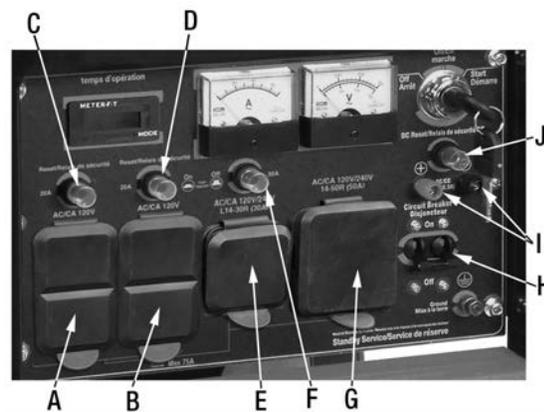

Figure 12
Pour usage normale sur 120V, branchez votre appareil dans une des sorties (A et B) Fig.12. Chaque sortie comprend un relais de sécurité (C et D), qui se trouve au-dessus de la sortie.
La sortie "Twist Lock" (E) Fig.12 est une NEMA L14-30 pour 120V/240V. Pour brancher une appareil, une prise NEMA L14-30 (non incluse) est nécessaire. Si vous n'êtes pas certain de l'opération ou le branchement à cette prise "twist lock", contactez un électricien qualifié. Cette sortie comprend un relais de sécurité (F), qui se trouve au-dessus de la sortie.
Cette sortie 120V/240V (G) Fig.12 est un réceptacle NEMA 14-50R et nécessite une prise NEMA 14-50P (50A) pour effectuer la connexion. Peut être utilisé pour fournir de l'électricité pour le fonctionnement de charges électriques monophasées de 60 Hz de 120V et/ou 240V CA, telles que les soudeuses et les sècheuses. Si vous n'êtes pas sûr de l'utilisation de cette sortie ou de ce qui peut être branché, contactez un électricien qualifié pour plus d'informations.
Ce panneau de contrôle comprend un afficheur numérique (A) Fig.12, il y a trois modes d'affichage. Pour changer le mode de l'afficheur, appuyez sur le petit bouton (B).
Ce panneau de contrôle comprend un ampèremètre (C) Fig.12 et un voltmètre (D). L'ampèremètre indique la charge en ampères et le voltmètre indique le voltage de la génératrice.